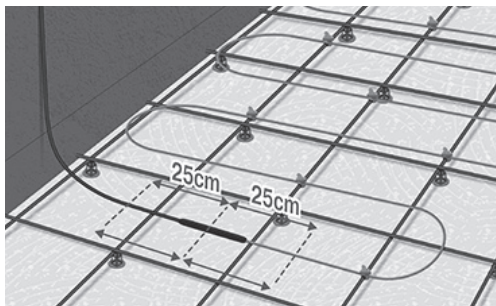

Fig. 3. Kabelen skal være rett på begge sider av skjøten
4. Kabelen bør være rett min. 25 cm på hver side av en skjøt. Tildekningsmaterialet må innkapsle skjøtene fullstendig med minst 20 mm på hver side av skjøten (Fig. 3).